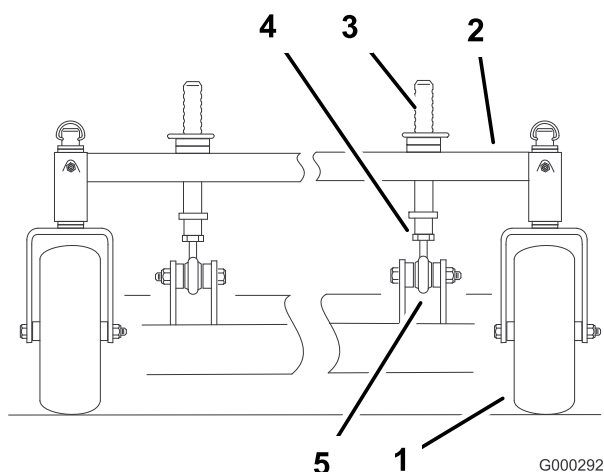

Figure 61
1. Vous pouvez régler les montants de hauteur de coupe avant pour modifier l'inclinaison avant/arrière (Figure 61).
2. Pour élever l'avant du plateau de coupe, desserrez le contre-écrou et tournez la goupille avant dans le sens horaire (Figure 61).
3. Pour abaisser l'avant du plateau de coupe, desserrez le contre-écrou et tournez la goupille avant dans le sens anti-horaire (Figure 61).
6. Resserrez les écrous de blocage (Figure 61).